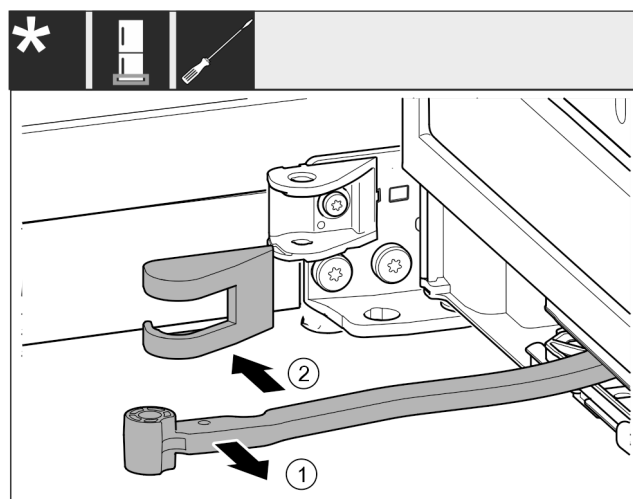

Fig. 16
- ▶ Поверните шарнир Fig. 16 (1) в направлении двери.
- ▶ Снимите крышку опорного кронштейна Fig. 16 (2).